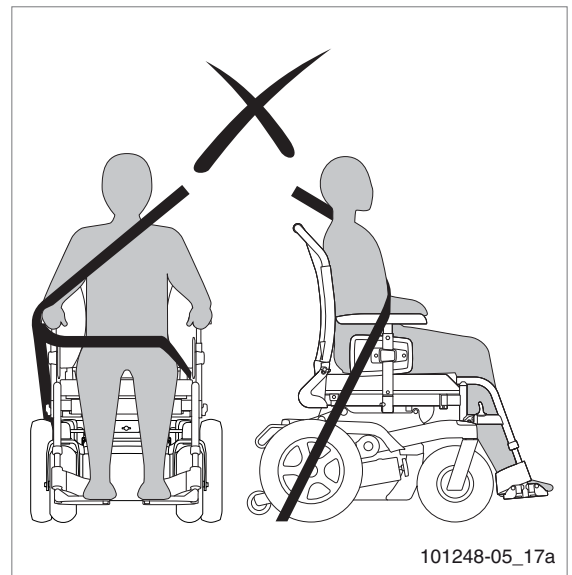

Figure 16
- Vous assurer que la ceinture de sécurité n'est pas obstruée en faisant contact avec le corps par des pièces du fauteuil roulant, telles que les accoudoirs ou les roues (figure 16).